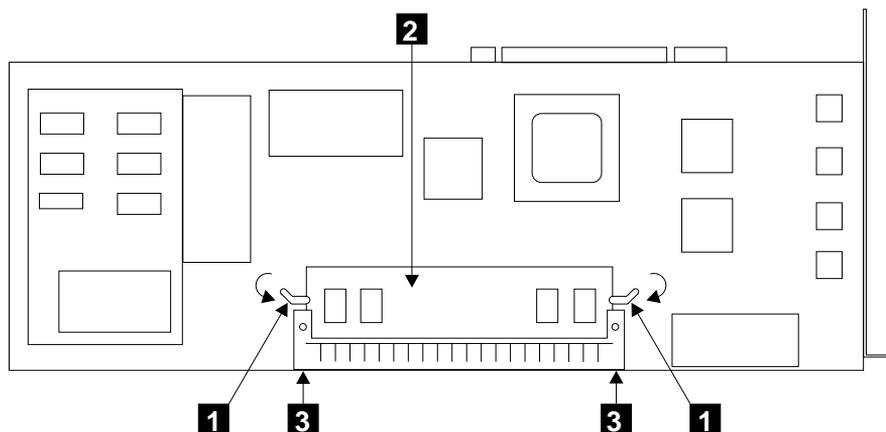

Figure 2. Retrait du module SDRAM
2. Reportez-vous à la figure 2.